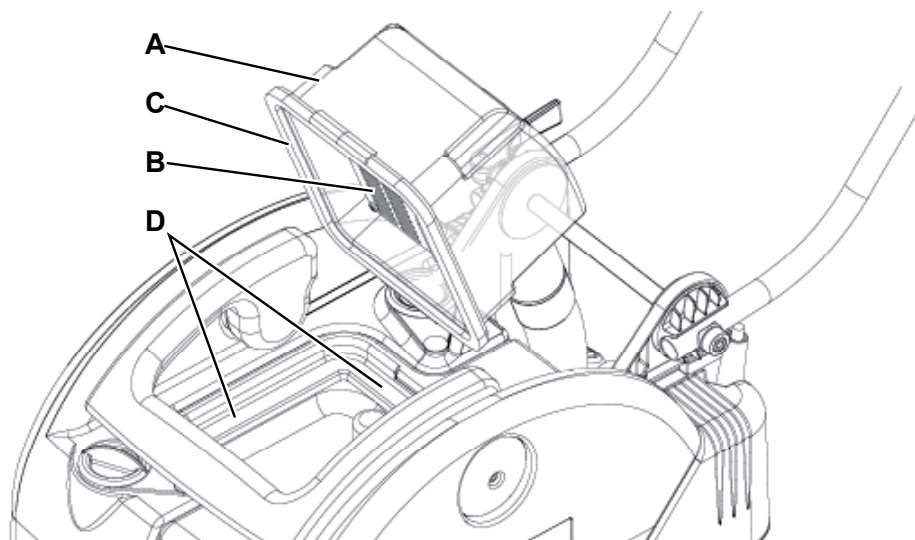

Рис. 3
2. Убедитесь, что сетевой шнур (10) отсоединен от сети электропитания.
3. Откройте прозрачную крышку (А, Рис. 3) и аккуратно очистьте ее.